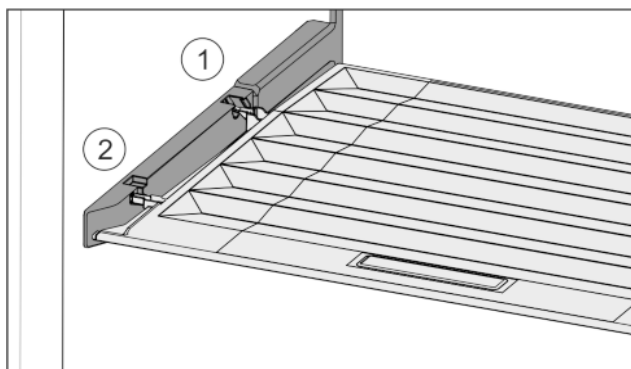

Fig. 29
- ▶ Introduire les rainures du couvercle par l'orifice du support arrière Fig. 29 (1) et les enclencher à l'avant dans le support Fig. 29 (2).